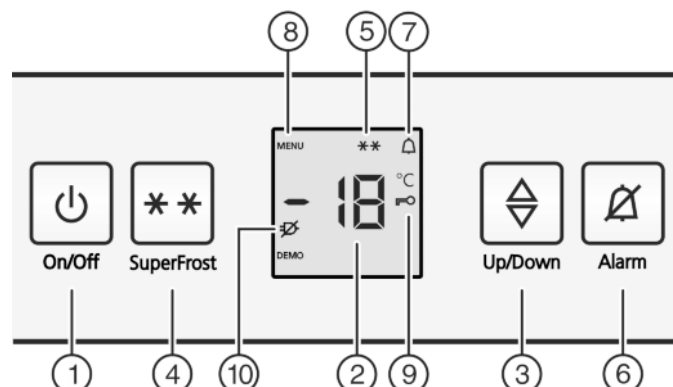

Fig. 2
- Pulsar tecla On/Off Fig. 2 (1)
- ▶ Activar el modo de ajuste: pulse la tecla SuperFrost Fig. 2 (4) durante aprox. 5 segundos.
- ▷ En el indicador se visualiza el símbolo Menú Fig. 2 (8).
- ▶ Confirmar con la tecla SuperFrost Fig. 2 (4).
- ▷ El símbolo de seguridad para niños Fig. 2 (9) se ilumina en el indicador.
- ▶ Pulse brevemente la tecla On/Off Fig. 2 (1).
- ▷ El símbolo seguridad para niños Fig. 2 (9) desaparece.
- ▶ Pulse la tecla Alarm Fig. 2 (6).
Simultáneamente, parpadea la indicación de temperatura y el símbolo de alarma Fig. 2 (7).
El tono de aviso se desactiva automáticamente, el símbolo de alarma Fig. 2 (7) se apaga y la indicación de temperatura deja de parpadear cuando la temperatura vuelve a descender lo suficiente.